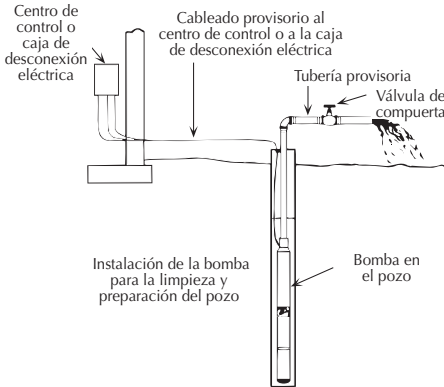

Figura 12 -Típica de la bomba puesta en marcha
1. Conecte un tubo en ángulo (codo), un trozo corto de tubo y una válvula de compuerta a la descarga de la bomba en el cabezal del pozo (consulte la figura 12).
5. Abra la válvula de compuerta en la descarga 1/3; encienda la bomba (consulte la figura 12).